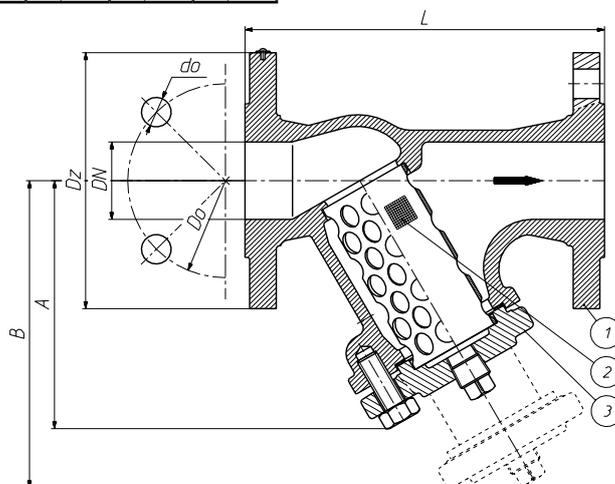

Рис. 1 Конструкция и размеры фильтра
В состав фильтра входят основные детали (рис. 1): корпус (1), вкладыш фильтра (сетчатый) (2) и крышка фильтра (3). Вкладыш, в форме валика, в верхней части прикреплен к корпусу, а в нижней - к крышке, которая выполняет одновременно роль отстойника. Фильтры (корпус и крышка) производятся из серого чугуна или сфероидального чугуна. Вкладыш фильтра (сетчатый) состоит из: укрепления, сделанного из нержавеющей жести и сетки из нержавеющей проволоки.
Фильтр следует устанавливать на трубопроводе горизонтальным вкладышем вниз, направление потока должно соответствовать стрелке на корпусе фильтра. Допускается монтаж на вертикальном трубопроводе, с потоком рабочей среды сверху. Для DN200 возможно также исполнение на PN10 (n=8, v=22) согласно рис. 1.